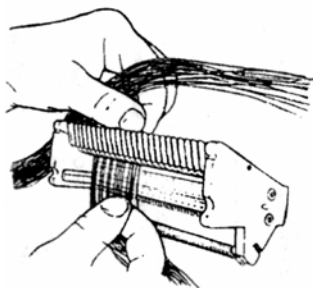

Рис. 6.22. Укладка жил на основание модуля
6.1.22. Перед укладкой пары в сращивающую головку жилы раскрутить, а пару завести между зубцами разделителя пар (белая гребенка). Затем разделить зубцом разделителя жил (синяя гребенка), уложить в основание модуля и далее в фиксирующую пружину. При этом жилу "земля" (б) следует заводить справа от зубца, а жилу "сигнал" (а) - слева. Пару необходимо придерживать большим и указательным пальцами направляющей руки ближе к задней части сращивающей головки (рис. 6.22). Аналогично уложить на основание модуля все остальные пары.